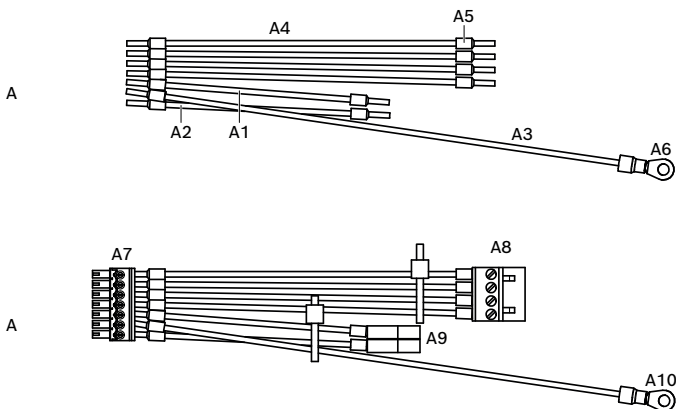

Figura 4.1: Cable de alimentación AMC2)
1. Conecte el enchufe A7 de 7 patillas (Figura 4.1) al conector de la fuente de alimentación (etiqueta: POWER) del AMC2.
2. Conecte el conector A8 (Figura 4.1) a la conexión de la fuente de alimentación etiquetada OK.
3. Conecte el conector A9 (Figura 4.1) a la conexión de la fuente de alimentación DC.
4. Conecte el cable de toma de tierra A6 (Figura 4.1) al punto de toma de tierra del AMC2.